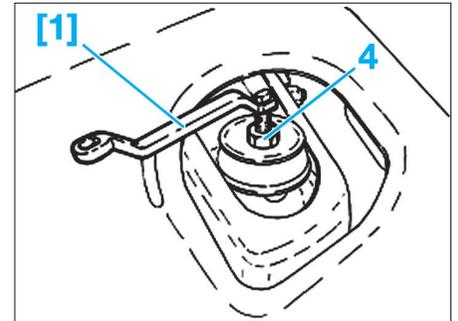

Fig. 25
- [1]. Introducteur (réf. 187505000) (Fig.25).
- [1]. Clé de blocage de la tige d'amortisseur (Ref. 1857020000) (Fig.25).
- l'écrou de fixation supérieure (4) de l'amortisseur (2), en maintenant la tige d'amortisseur à l'aide de l'outil [1] (Fig.25),